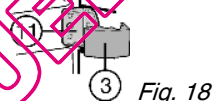

Fig. 18
- Enclipser le cache Fig. 18 (11) sur le support central Fig. 18 (3).